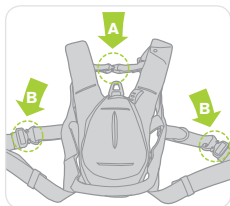

Figura 11
- Introduzca los brazos por las correas de los hombros y abroche la hebilla del pecho (A) (consulte la figura 11).
- Abroche las hebillas de las piernas (B) (consulte la figura 11). Ajuste la correa de las piernas tirando de ella a través de las hebillas y ajustando como sea necesario para conseguir un ajuste cómodo (consulte la figura 14).